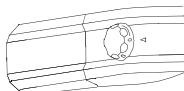

Fig.21
1) Gire o botão para a posição „0“ (fig. 21)